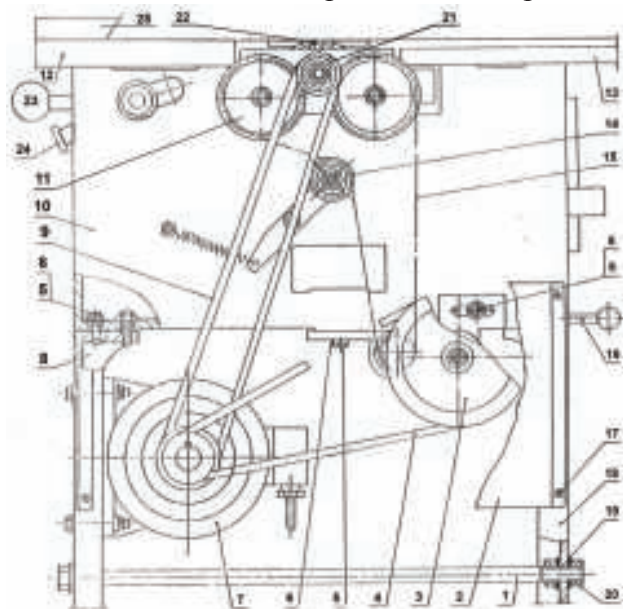
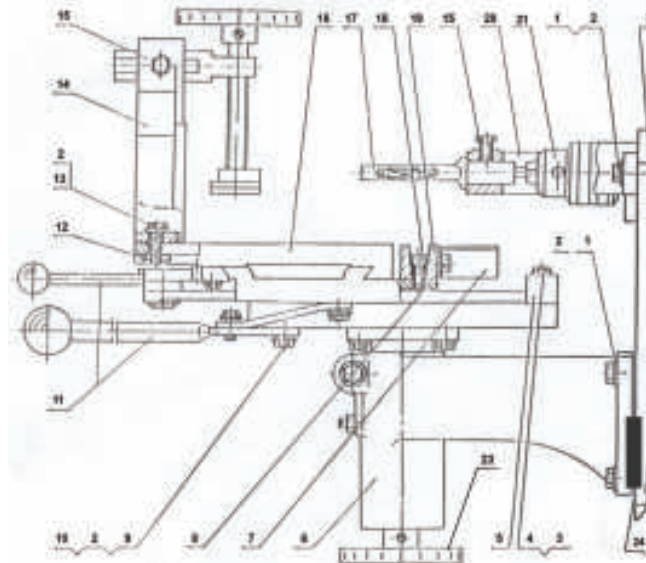

рис. 1
рис. 2
4.1 Общий вид стола основного представлен на рис. 1
4.2 Общий вид стола сверления и пазования представлен на рис. 2
4.5 Для удобства сборки станка, поставка с завода производится узлами собранными из отдельных деталей. Станок монтируется на основании 8 и 15 (рис. 1) представляющего собой переднюю и заднюю опоры состыкованные между собой стяжкой 1 (рис. 1). На основание устанавливается корпус станка на котором установлен ножевой вал 22 (рис. 1), на ножевом валу установлены ножи, которые крепятся прижимной планкой с помощью болтов. На ножевом валу 22 (рис. 1) установлен шкив 21 (рис. 1), который через ремень 9 получает вращение от двигателя 7 (рис. 1), который установлен внутри основания 8, 18 (рис. 1). Натяжение ремней 9 и 4 (рис. 1) осуществляется ослаблением болтов и перемещением двигателя 7 (рис. 1) внутри основания и затяжкой болтов по окончании. С левой стороны корпуса установлен стол регулируемый 12 (рис. 1) и стационарный 13 (рис. 1) для строгания.
8.1 Следите за состоянием ножей и их положением на ножевом валу. Ножи должны быть заточены равномерно по всей длине режущей кромки и закреплены на головке так, чтобы кромка ножей при вращении не выступала над поверхностью стола 13 (рис. 1) более чем на 1,5 мм.
8.3 Следите за состоянием ремней 4 (рис. 1) и 9 (рис. 1). При выявлении износа ремня ослабьте четыре винта, крепящих двигатель к корпусу станка, переместите двигатель так, чтобы ремень мог быть снят со шкивов, установите новый ремень и установите винты крепления двигателя.
Автоматическая подача заготовки включается рычагом **16** (рис. 1).
4.6 Для установки глубины строгания ослабьте рукоятку фиксации регулируемого стола **23** (рис. 1), рукояткой **24** (рис. 1) установите требуемую высоту регулируемого стола затем зафиксируйте стол рукояткой **23** (рис. 1). Ножевой вал сверху закрыт щитками, которые открывают ножевой вал на ширину обработки при подаче обрабатываемого материала.
Станок имеет функцию «Автоматическая подача заготовки», при рейсмусовании которая включается рычагом **16** (рис. 1) и происходит за счёт вращения роликов подачи заготовки **11** (рис. 1) через цепную передачу. Слева на корпус станка навешивается долбежное устройство **17** (рис. 2), кронштейн стола для сверления **6** (рис. 2), на который крепится в сборе трёхосевой стол **18** (рис. 2), зажим для заготовки **14** (рис. 2). Колесо **23** (рис. 2) предназначено для регулировки высоты стола при осуществлении пазования, сверления и т.д., а рычагами **11** (рис. 2) осуществляется перемещение стола по горизонтальным осям.
7.1 Блок выключателя **24** (рис. 2) имеет три положения: